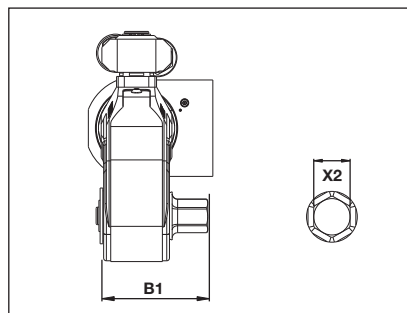

Рис. 34
6.8 Размеры и технические характеристики, метрические шестигранные адаптеры серии SDA (рис. 34)
6.9 Размеры и технические характеристики, дюймовые шестигранные адаптеры серии SDA (рис. 34)